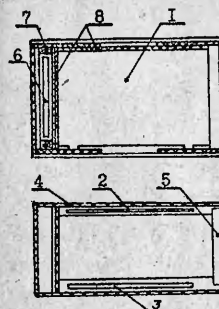

Рис. 6. Схема упаковки в коробку
14.1.1. Осциллограф упакован следующим образом: осциллограф, ЗИП, техническое описание, формуляр помещаются в упаковочную картонную коробку. На переднюю стенку осциллографа наклеивается крышка (предохранительный щиток). ЗИП, предварительно обернутый бумагой, укладывается позади осциллографа между планками деревянного вкладыша. Техническое описание и формуляр помещаются между стенками коробки и боковыми стенками осциллографа. Сверху упаковки укладывается опись. Упаковочная коробка заклеивается снизу и сверху и обвязывается шпагатом. Схема упаковки в коробку приведена на рис.6.